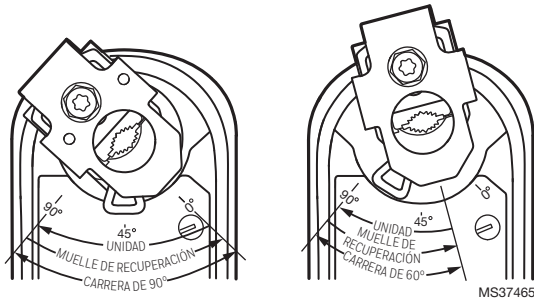

Fig. 7. Reducción de la carrera.
3. Gire el acoplamiento a la posición deseada y alinéelo según la etiqueta de la carrera. Consulte la Fig. 7.
EJEMPLO: Si instala el acoplamiento del eje en una posición a prueba de fallas aproximada de 30 grados (según se indica en la carcasa), limitará la carrera a 60 grados. (Consulte la Fig. 7).